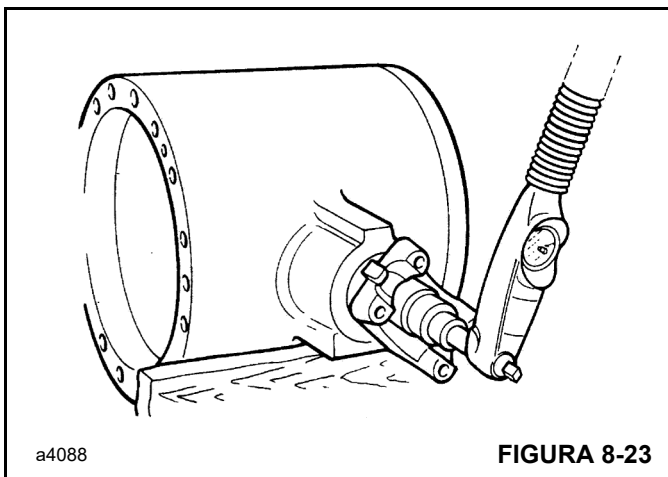

FIGURA 8-23
8. Mida la resistencia a la rodadura (Figura 8-23), que debe ser de 1.7 a 2.8 Nm (1.3 a 2.1 lb-pie), excluyendo la resistencia del sello. Cuando la resistencia sea correcta, fije la tuerca en el eje del piñón utilizando un punzón de punta cuadrada.